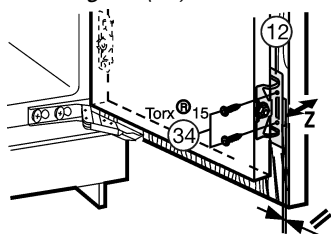

Fig. 33
- Monte un 2º par de escuadras de fijación Fig. 33 (12).
- Atornille la puerta del aparato con los tornillos Fig. 33 (34) a través de las escuadras de fijación Fig. 33 (12) en la puerta del mueble.